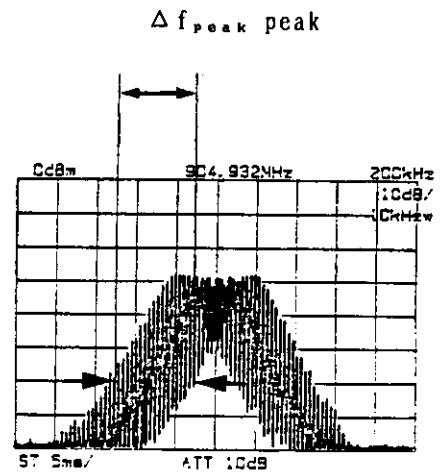
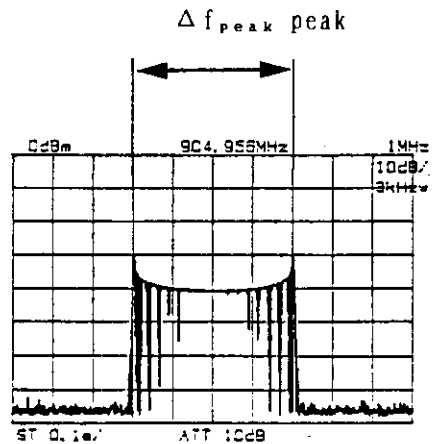

図 4-16 Δf_{peak} が小さい場合の波形
図 4-17 Δf_{peak} が大きい場合の波形
手順⑤ [図 4-16] に Δf_{peak} が小さい場合を、[図 4-17] に Δf_{peak} が大きい場合を示します。波形から $\Delta f_{peak peak}$ を測定して下さい。
● [図 4-16] : Δf_{peak} が小さい場合
● [図 4-17] : Δf_{peak} が大きい場合